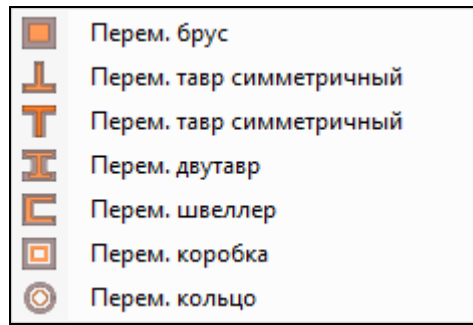

Рис. 2.345. Список переменных сечений
- **Переменные сечения** (кнопка ). В списке **Переменные сечения** приведены стандартные типы переменных сечений (рис. 2.345). Переход к необходимому типу переменного сечения осуществляется щелчком мыши по выбранному элементу списка.